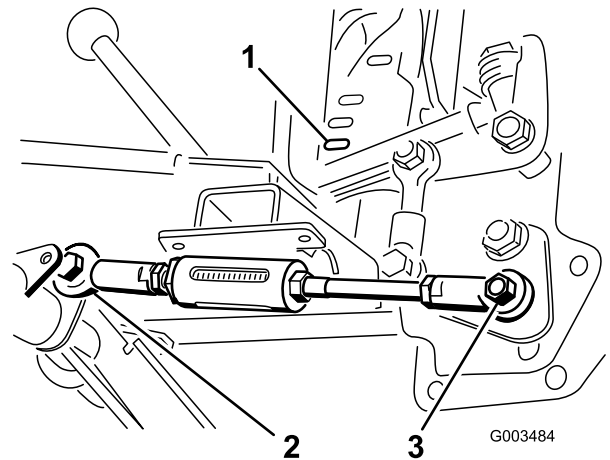

Figure 8
- Déplacez la poignée de relevage jusqu'à ce que le trou de la rotule soit en face du trou du côté droit du levier de tige réglable sur le tube de pivot et fixez la tige au levier avec un boulon (1/2 x 1-1/2 po) et un contre-écrou (1/2 po), comme montré à la Figure 8.